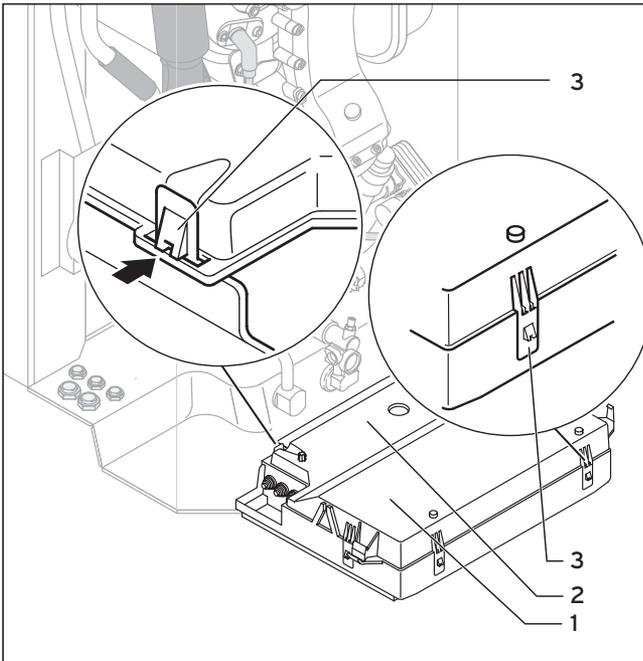

Abb. 4.7 Schaltkastenrückwand öffnen
- Nehmen Sie die Frontverkleidung des Gerätes ab und klappen Sie die Elektronikbox (1) nach vorn.
- Clipsen Sie den hinteren Deckel (2) der Elektronikbox an den Stellen (3) aus und klappen Sie den Deckel hoch (s. Abb. 4.7).
- Clipsen Sie den hinteren Deckel des Schaltkastens (1) an den Stellen (2) aus und klappen Sie den Deckel hoch (s. Abb. 4.7).